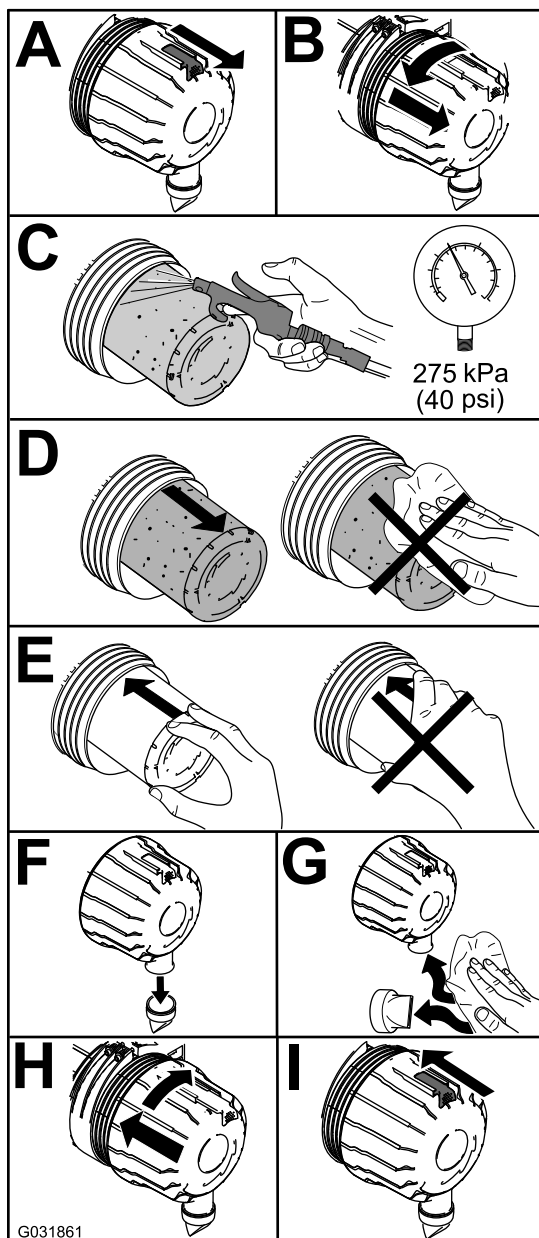

Figura 43
1. Cambie el limpiador de aire (Figura 43).